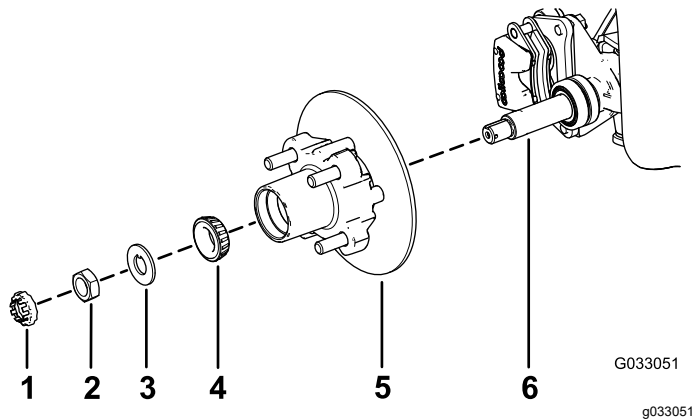

Figure 27
1. Appliquez une fine couche de la graisse spécifiée sur la fusée (Figure 27).
2. Montez le moyeu et le disque sur la fusée, en plaçant le disque à l'intérieur (Figure 27).
3. Montez le roulement extérieur sur la fusée et poussez-le contre la bague extérieure (Figure 27).
4. Placez la rondelle à languette sur la fusée (Figure 27).
5. Vissez l'écrou de fusée sur la fusée et serrez-le à 15 N·m (11 pi-lb) tout en tournant le moyeu pour asseoir le roulement (Figure 27).
2. Placez les plaquettes de frein de chaque côté du disque (Figure 23), puis alignez les trous du support d'étrier et les trous du support de frein sur le porte-fusée (Figure 27).